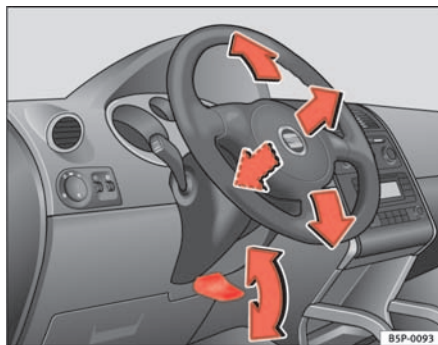

Abb. 129 Lenkradposition einstellen
- Schwenken Sie den Hebel  $\Rightarrow$  Abb. 129 unter der Lenksäule nach unten  $\Rightarrow$  ⚠.